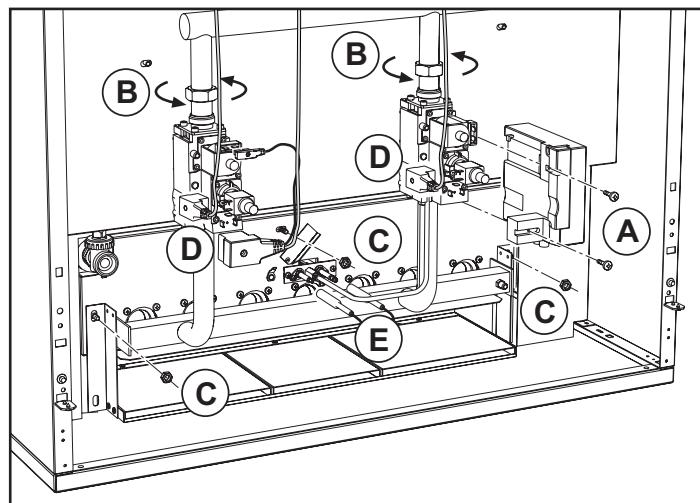

рис. 10 -
- Открутите два винта (A рис. 10 и 11), которые удерживают электронный блок контроля пламени на газовом клапане, и снимите его с клапана.
- Открутите винты крепления разъемов (D) к газовым клапанам и отсоедините последние от клапанов.
- Отвинтите две гайки (C) крепления дверцы камеры сгорания к чугунным элементам корпуса котла.